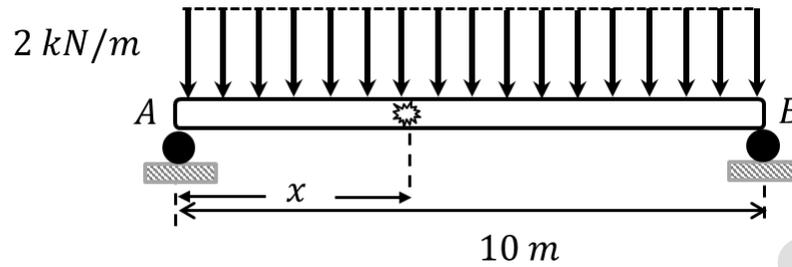

Fig. 8.16.
8.6.- Dibujar un diagrama continuo de fuerza cortante y torque flector de la viga cargada mediante una fuerza distribuida constante de la Fig. 8.16.